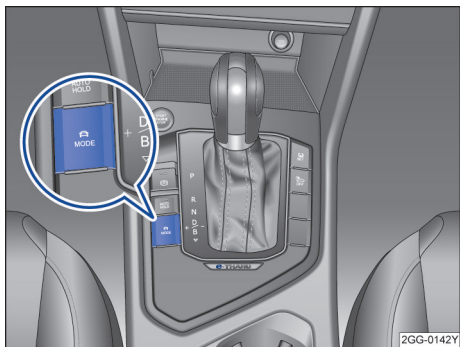

图 96 在中控台下部：驾驶模式选择按钮
- 按压驾驶模式选择按钮  → 图 96。
- 再次按压驾驶模式选择按钮 → 图 96 或点击信息娱乐系统中所需驾驶模式的功能按键，即可切换驾驶模式。